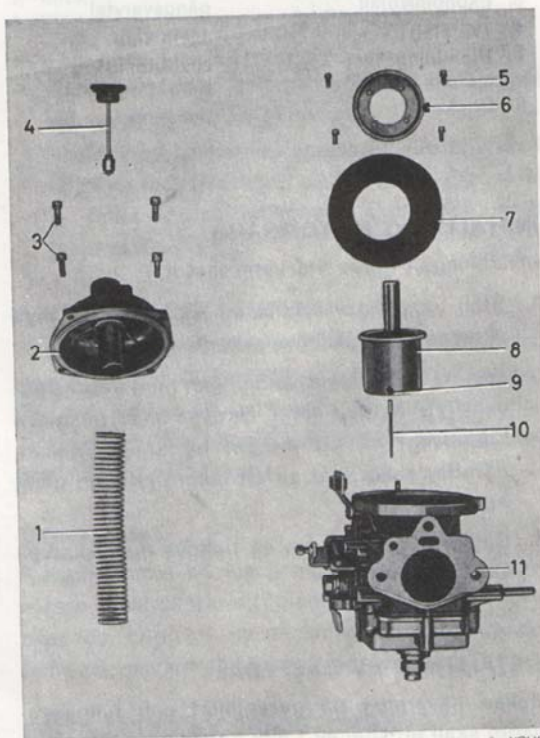

Bild 88. Överdel isärtagen
1. Märk upp vakuumkammaren mot förgasarhuset. Ta bort vakuumkammaren (2, bild 88) och fjädern (1).
2. Ta bort kolven (8) med membranet (7).
3. Lossa skruven (9) och ta bort bränslenålen (10).
4. Ta bort skruvarna (5), brickan (6) och membranet (7).
1. Lägg membranet (7, bild 88) på vakuumkolven (8), så att nabben (bild 91) kommer i motsvarande urtag i kolven och dess styrkant lätt passar in i motsvarande spår i vakuumkolven. OBS! Är membranet uppsvällt, så att det ej passar i spåret, byt membran. Lägg försiktigt på brickan (6, bild 88) så att skruvhålen stämmer överens med motsvarande hål i vakuumkolv och membran utan att brickan behöver vridas och brickans spår passar mot membranets styrkant. Dra fast brickan (6) med skruvarna (5).